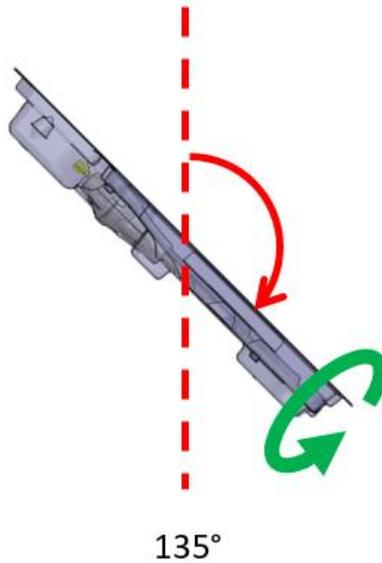

Figure 19 : UA incliné à 135 degrés
- e. Poursuivre le mouvement d'inclinaison de l'UA à 135 degrés et répéter le cycle de rotation décrit à l'étape précédente (*Figure 19*).